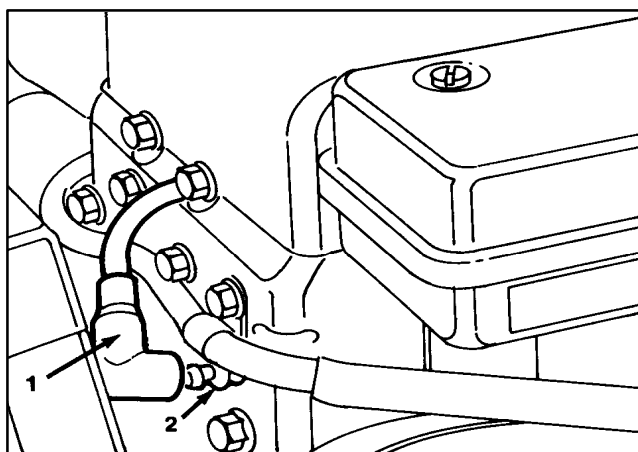

Figure 16
2. Retirer le fil de la bougie d'allumage et déposer la bougie de la culasse (Fig. 16).